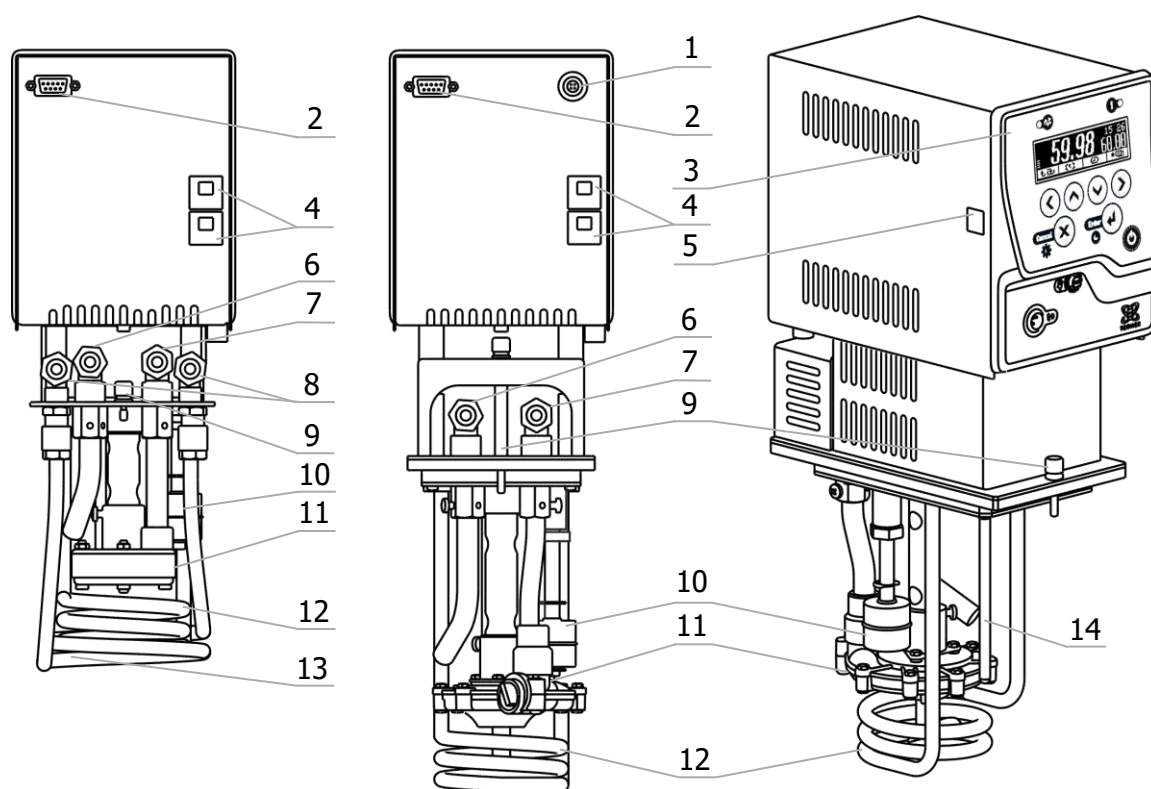

Рисунок 1 — Устройство блоков регулирования М51.1 (слева), М51.3ДХ (справа)
1.4.2 Работа блоков регулирования заключается в поддержании заданной температуры теплоносителя, циркулирующего в ванне термостата, а также, во внешнем потребителе в случае его подключения. Циркуляцию теплоносителя обеспечивает насос 11 (рисунок 1). Подача теплоносителя к внешнему потребителю производится через штуцер 7, а возврат в ванну термостата — через штуцер 6.
2.2.2 Для поддержания температуры теплоносителя в ванне термостата соединить шлангом-перемычкой из комплекта поставки входной 7 и выходной 6 штуцеры (рисунок 1) насоса блока регулирования. Закрепить шланг-перемычку на штуцерах, используя хомуты из комплекта поставки термостата.
2.2.4 Для поддержания температуры теплоносителя, близкой к окружающей температуре (в термостатах без холодильной машины), подключить дополнительное охлаждение к штуцерам теплообменника 13 (рисунок 1) при помощи шлангов (в комплект поставки не входят).